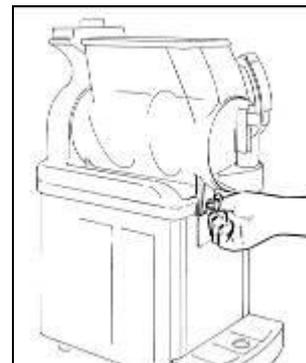

Fig. 17
- **F**ixer le bac en vissant les deux pommeaux à fond (fig.17).